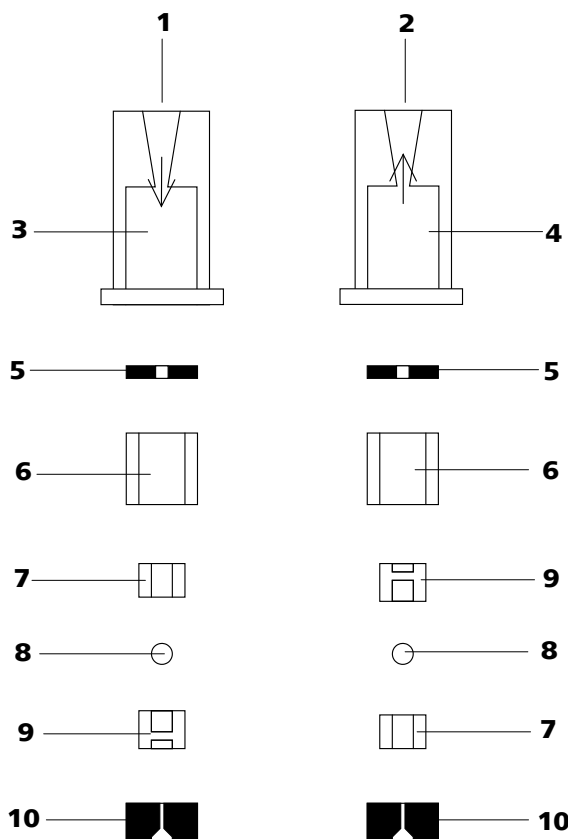

Figura 31 Componentes da válvula de entrada e da válvula de saída
- As válvulas de entrada e de saída são constituídas pelos mesmos componentes, estando os mesmos ordenados apenas de modo diferente (ver figura 31, página 64).
Montar novamente os componentes da válvula *de acordo com a figura 31, página 64*.
- Colocar os restantes componentes da válvula, uns sobre os outros, na sequência correta (*ver figura 31, página 64*).
Se não for este o caso, a válvula terá que ser desmontada novamente e montada de novo corretamente (*ver figura 31, página 64*).